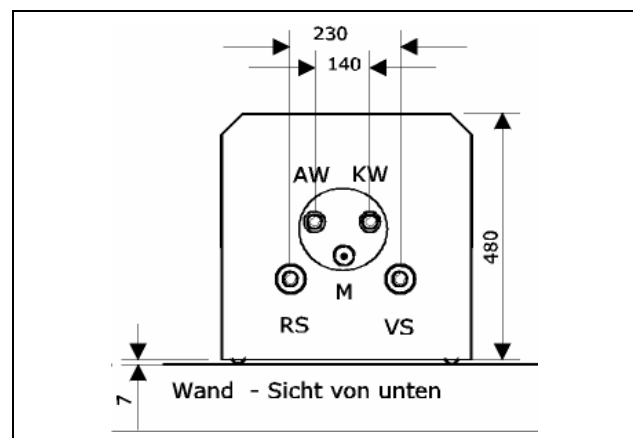

Abb. 2 Anschlüsse WH 106 mit Maßangaben
Legende für Abb. 2
- Die Heizschlange im Speicher über den separaten Entlüftungsanschluss auf der Anschlussseite entlüften (Seite 4, Abb. 2).